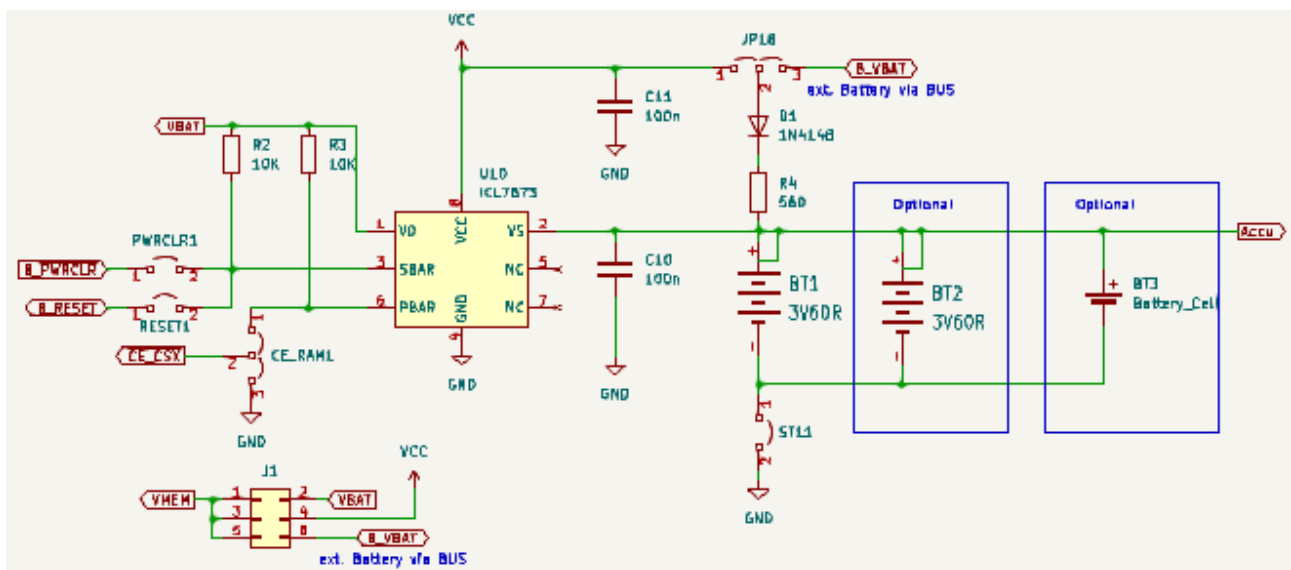

Bild 10: Akkupuffer – Schaltung
1. Jumper JP18 Pin1 – Pin2 (blau), siehe Bild 10